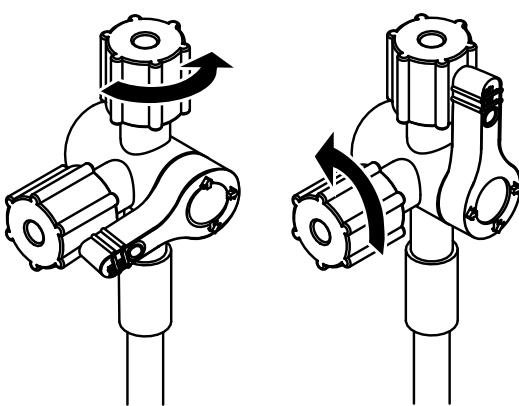

Figura 2. Válvula de 3 vias em posições abertas
1. Retire o dispositivo da embalagem e certifique-se de que o diâmetro interno (DI) da bainha é apropriado para o diâmetro máximo do instrumento ou cateter a ser introduzido.
3. Prepare a bainha para irrigação e certifique-se de que a válvula de 3 vias está aberta. Existem duas formas de o fazer. Consulte a Figura 2.